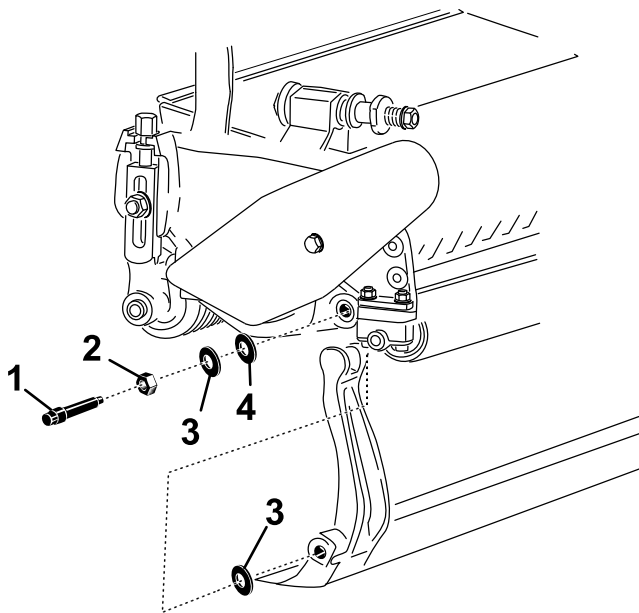

Figura 22
Guarde las 2 arandelas de nylon y la arandela de acero troquelado de cada extremo de la barra de asiento (Figura 22).
3. Coloque una arandela de nylon en cada lado del saliente de la chapa lateral. Coloque una arandela de acero por fuera de cada arandela de nylon (Figura 22).